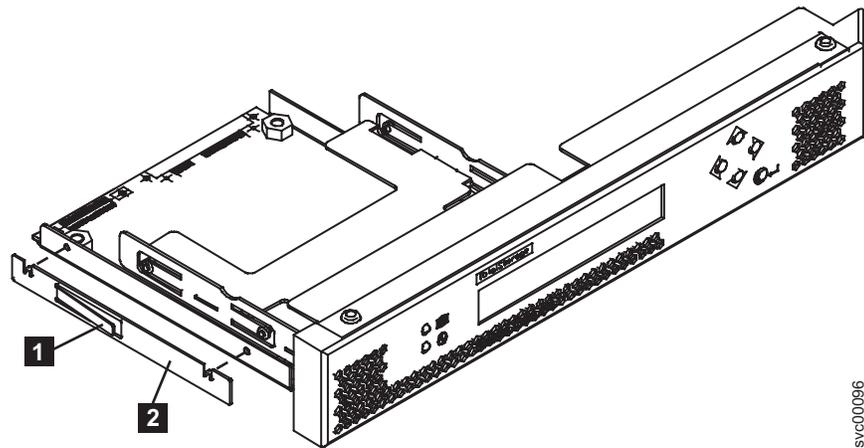

図 70. SAN ボリューム・コントローラー 2145-8F2 または SAN ボリューム・コントローラー 2145-8F4 サービス・コントローラー
1. 保持クリップ (図 70 の **2**) をサービス・コントローラーの左側にある位置決め穴の上に配置します。